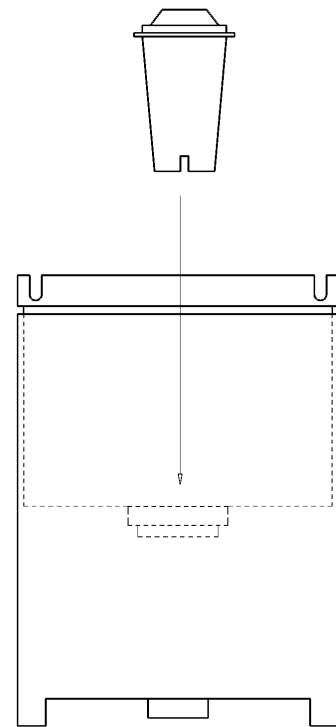

Abb. 6
- Deckel aus dem Wasserbehälter (27) wegnehmen.
- Den Brita Filter eine halbe Stunde im kalten Wasser liegen lassen, dann ihn ins dazugeeignete Wasserbehälterloch einstecken (Abb. 6)